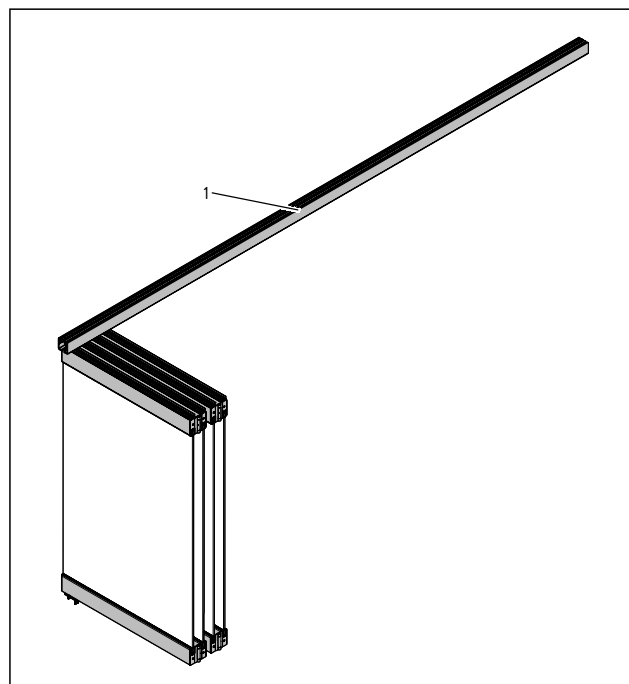

Abb. 41 Laufschiene reinigen (Beispielabbildung mit FSW EASY Safe)
1. Lauffläche der Laufschieneinnenseite (Abb. 41/1) auf Verschmutzung prüfen und bei Bedarf reinigen.